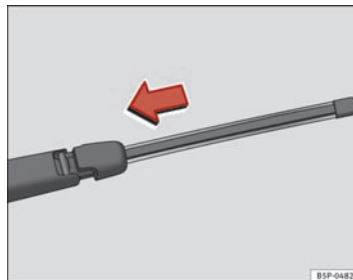

Fig. 132 Sådan sættes det bageste viskerblad på.
- Hold viskerbladet fast som vist på ⇒ Fig. 132, og forskyd adapteren, indtil den går i hak.